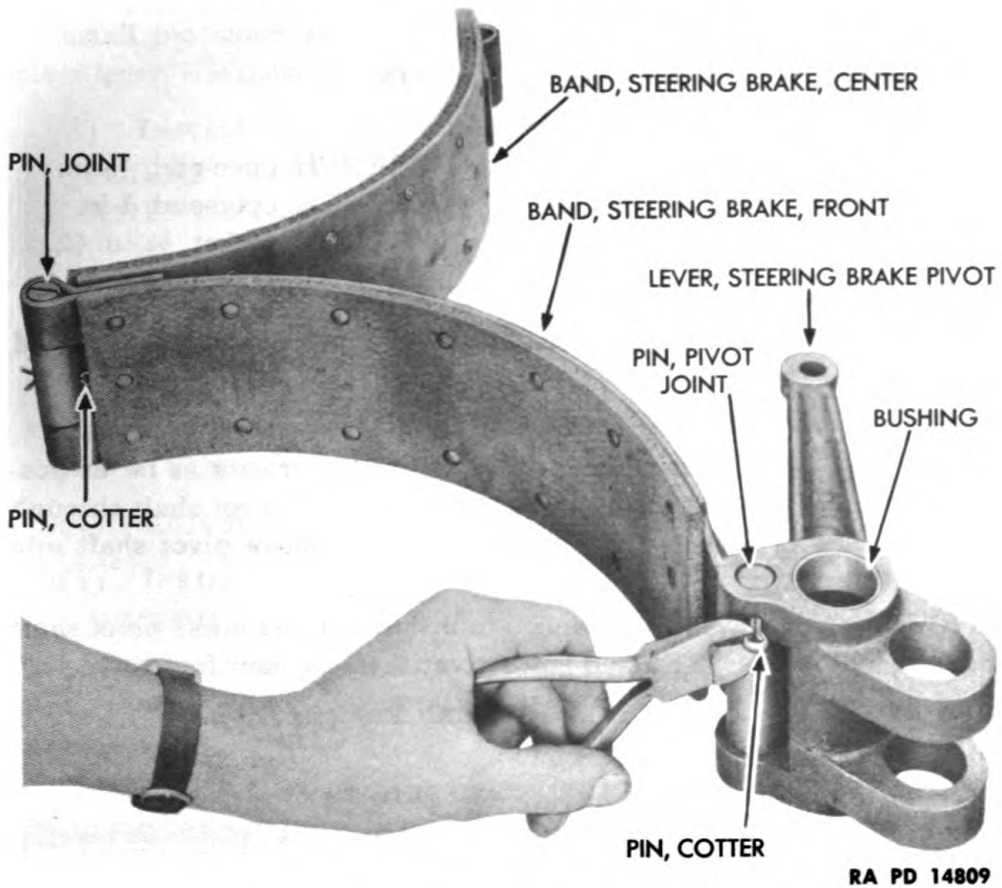

Figure 77 – Steering Brake Pivot Lever, Removal
(2) REMOVE STEERING BRAKE PIVOT LEVER (fig. 77).
(3) REMOVE BUSHINGS FROM STEERING BRAKE BAND PIVOT LEVER (fig. 77).
(4) REMOVE CENTER STEERING BRAKE BAND FROM FRONT STEERING BRAKE BAND (fig. 77).
(1) **ATTACH CENTER STEERING BRAKE BAND TO FRONT STEERING BRAKE BAND (fig. 77).**
(2) **INSTALL BUSHINGS IN STEERING BRAKE PIVOT LEVER (fig. 77).**
(3) INSTALL STEERING BRAKE PIVOT LEVER (fig. 77).